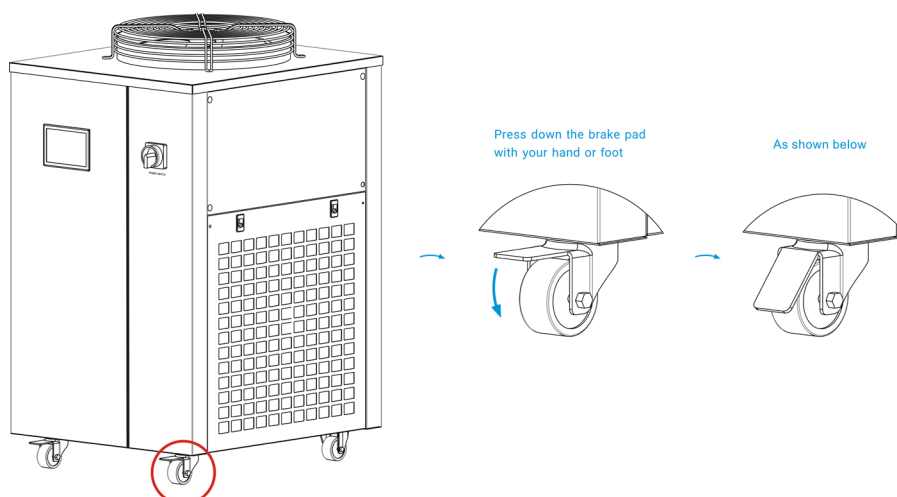

Figura 2: Illustrazione del blocco delle ruote
(2) Durante l'uso della macchina, assicurarsi che le ruote siano in posizione bloccata per evitare che la macchina slitti durante il funzionamento. Il dispositivo di frenata è generalmente installato sulla boccola dell'asse della ruota o sulla superficie della ruota e può essere attivato manualmente o con il piede. Quando si spinge la macchina, le ruote non devono poter avanzare, ma possono girare, il che indica che la frenata è corretta, come mostrato nella figura 2.